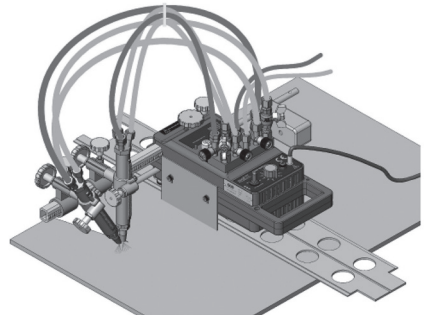

Fig. 8: Découpe angulaire et découpe des bandes avec deux chalumeaux
7. Utilisez les bonnes buses de coupe suivant le point 2.4 ci-dessus. La machine GCE proFIT® SLM avec deux chalumeaux peut être utilisée pour découpe angulaire et découpe des bandes, comme illustré sur figure 8.